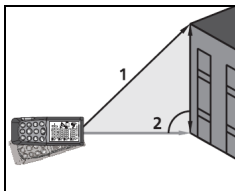

Fig. 9: Ejecución de la medida Indirecta a 2 puntos
3. Posicione el instrumento en el punto más alto (1) de la medida (vea la Fig. 9) y pulse la tecla  o la tecla lateral **MEAS** para realizar la medida. El resultado se muestra en la primera pantalla parcial. El símbolo “” se muestra en pantalla con el lado “2” parpadeante
4. Posicione el instrumento lo más horizontal posible (2) con respecto a la medida (vea la Fig. 9) y pulse la tecla  o la tecla lateral **MEAS** para realizar la medida. El resultado se muestra en la segunda pantalla parcial.
5. El valor final del resultado (obtenido como $\sqrt{(1)^2 - (2)^2}$) se muestra en la pantalla resultante